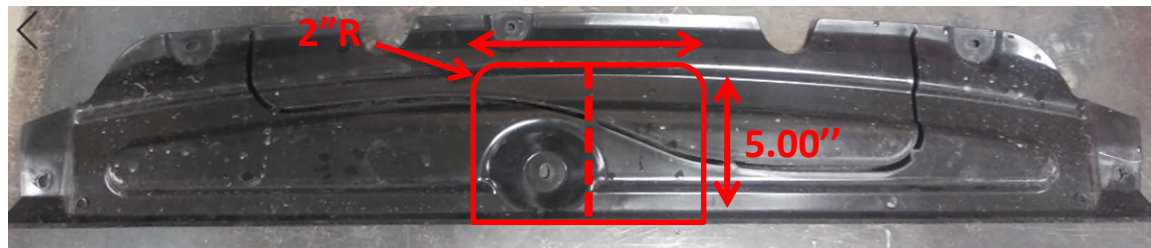

Figure 5
9. **Obtenir l'approbation du propriétaire du véhicule avant le découpage.** Utiliser un couteau universel pour découper le carénage. (Voir Figure 5).